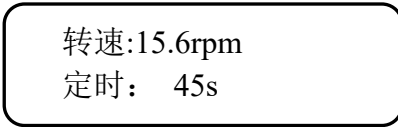
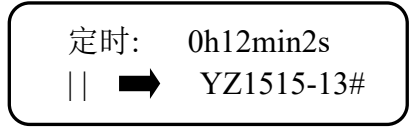

图 6
图 7
(4) 转速模式下开启定时功能，如图 6 和图 7（这 2 个界面通过【返回键】切换）：